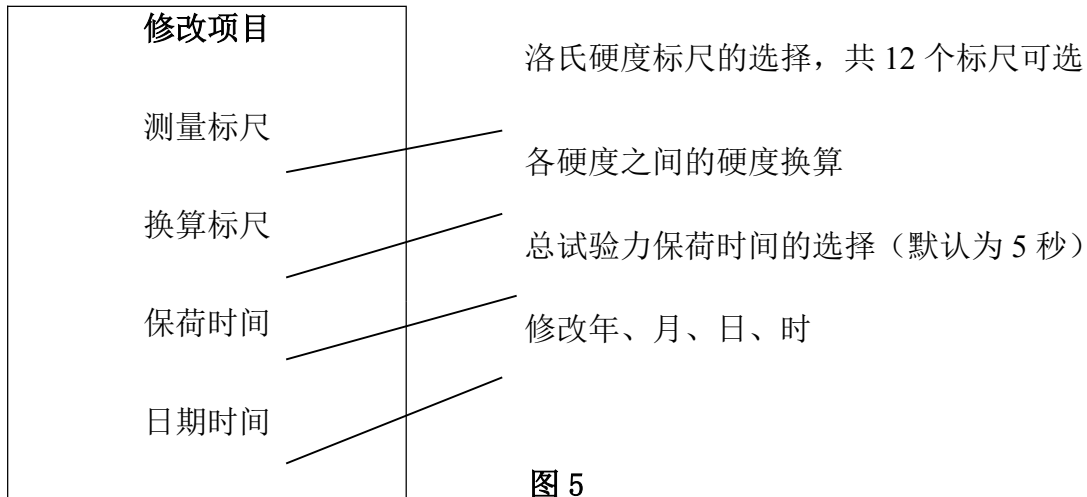

图 5
- 修改—按 ◀ ▶ 键移动光标于修改键处，按 OK 键，屏幕显示“修改项目”（图 5），按 ◀ ▶ 键，上下移动光标可选择：测量标尺、换算标尺、保荷时间、日期时间。再按 OK 键，屏幕显示所选项目，移动光标进行选择，保荷时间和日期时间按 + - 来改变数字，选择后再按 OK 键，主屏幕回到自己所需的操作界面。